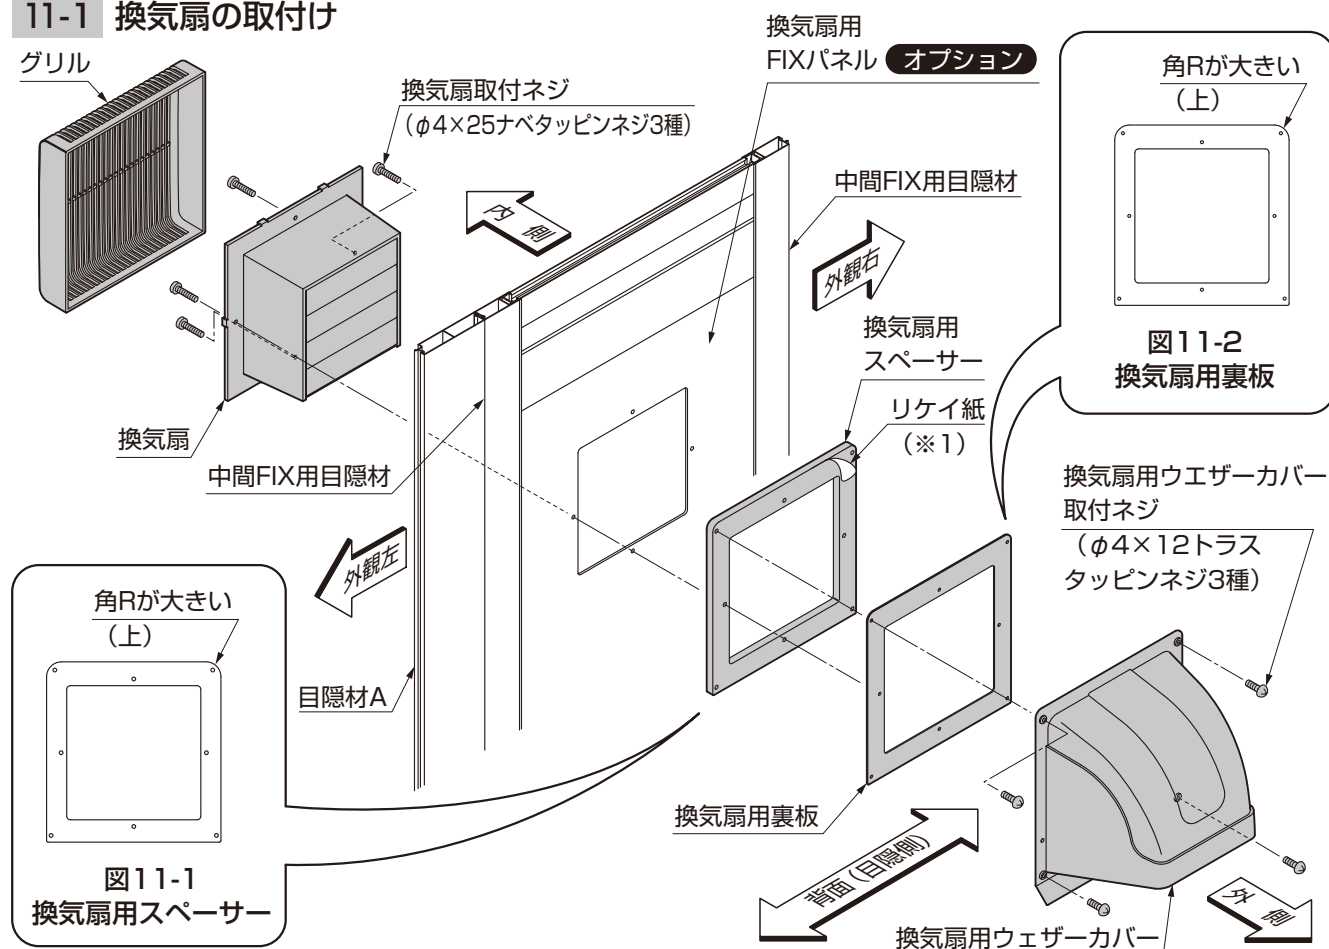

図11-1
- 換気扇用スペーサーと換気扇用裏板は、角Rが大きい方を上にして取付けてください。(図11-1、図11-2参照)